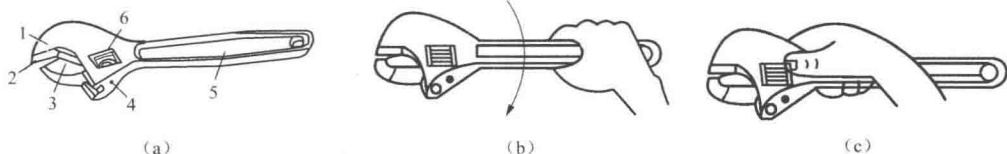

图 1-10 活络扳手
活络扳手又称活络扳头,是用来紧固和拆卸螺钉或螺母的一种专用工具。活络扳手由头部和柄部组成,头部由活络扳唇、呆扳唇、扳口、蜗轮和轴销等组成,如图 1-10 (a) 所示,旋动蜗轮可调节扳口的大小。它的开口宽度可在一定范围内调节,其规格以长度乘最大开口宽度来表示。电工常用的活络扳手有 150mm×19mm、200mm×24mm、250mm×30mm 和 300mm×36mm 四种,俗称 6"、8"、10" 和 12"。
- 1) 扳动大螺母时，需用较大力矩，手应握在近尾柄处，如图1-10(b)所示。
- 2) 扳动较小螺母时，需用力矩不大，但螺母过小易打滑，故手应握在近头部的地方，可随时调节蜗轮，收紧活络扳唇防止打滑。如图1-10(c)所示。